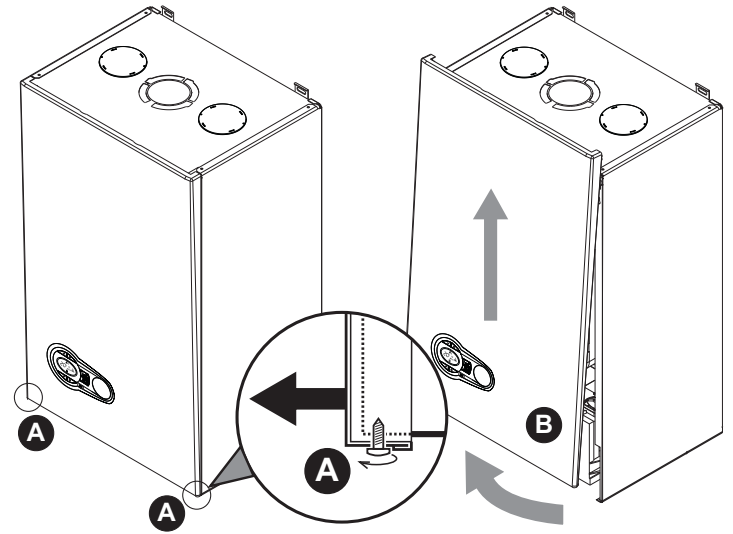

fig. 25 - Ouverture du panneau avant
1. Dévisser partiellement les vis **A** (voir fig. 25).